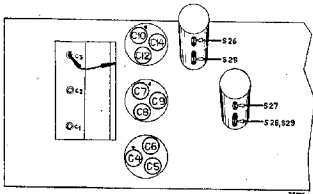

Fig. 3
9. S25 van 1e M.F.-kring afregelen op maximale output (zie fig. 3).
4. Achtereenvolgens C14, C9 en C6 trimmen op maximale output (fig. 3).